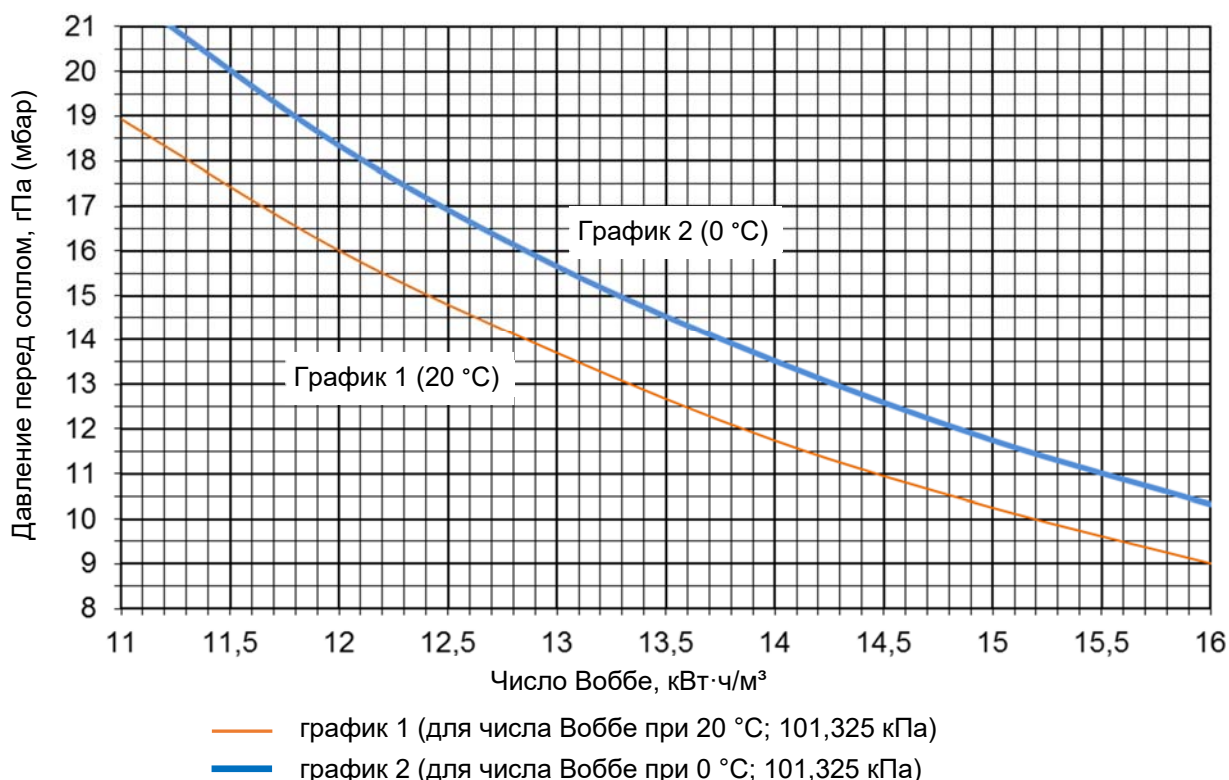

Рисунок 4.2.2 Определение давления газа перед соплом
¹⁾ - давление газа на входе в сопло указано для природного газа с низшей теплотой сгорания газа $H_i=8572$ ккал/м³ (9,97 кВт·ч/м³), устанавливается согласно графику (рис. 4.2.2), в зависимости от числа Воббе
*** Для достижения номинальной тепловой мощности излучателя необходимо давление газа на входе в сопло установить согласно графику (рис. 4.2.2), в зависимости от числа Воббе используемого природного газа (информацию о числе Воббе необходимо получить у местной газораспределительной организации).**